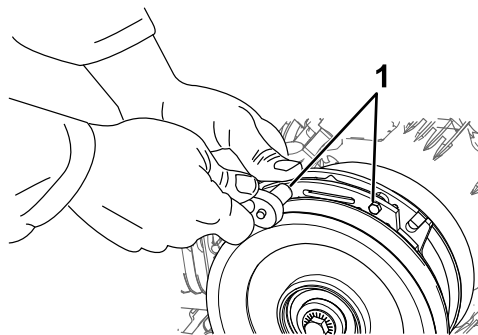

Figure 59
- A. Desserrez les boulons de fixation du frein d'un demi-tour à un tour complet, comme montré à la Figure 59.